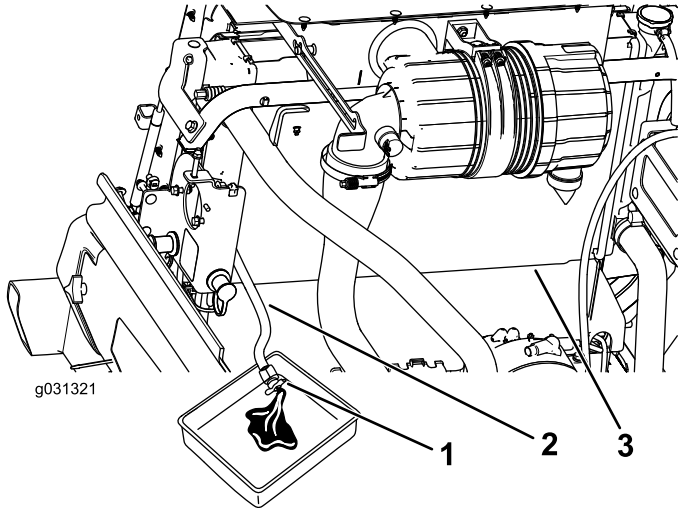

Bild 124
3. Legen Sie das Ende des Kühlerablassschlauchs in eine Auffangwanne und öffnen Sie das Ablassventil am Kühlerschlauch und lassen die Flüssigkeit in eine Auffangwanne ablaufen (**Bild 124**).
4. Schließen Sie das Ablassventil am Kühlerablassschlauchs (**Bild 124**).